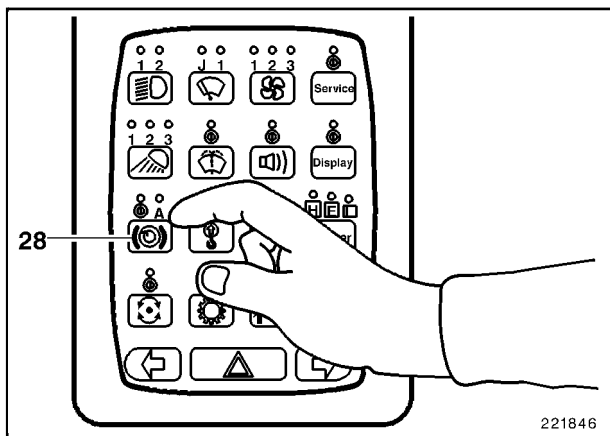

Fig. 13
- Tecla (28, Fig. 13) no oprimida, los diodos luminosos no están encendidos: freno de sujeción no apretado, chasis superior puede girarse libremente.
- Tecla (28) pulsada una vez, LED **I** encendido: freno de sujeción apretado, chasis superior frenado.
- Pulsar la tecla (28, Fig. 13) repetidamente hasta que los diodos luminosos encima de la tecla ya no estén encendidos. Se soltará el freno de sujeción, el chasis superior puede girarse libremente.